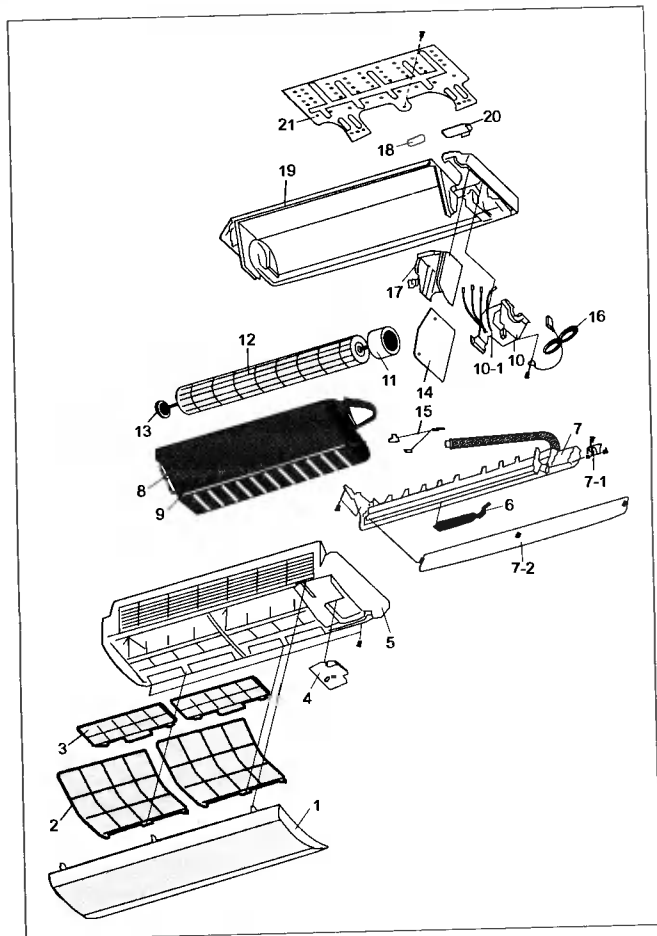

Рис. 9. Устройство внутреннего блока кондиционера (AQV12F2VE)
На рис. 9 показано устройство внутреннего блока кондиционера «Samsung AQV12F2VE». Здесь 1 — наружная решетка, 2 — предфильтр, 3 — фильтр, 4 — защитная панель, 5 — передняя корпусная панель, 6 — панель дисплея, 7 — коллектор конденсата, 7-1 — шаговый электродвигатель, 7-2 — пластина жалюзи, 8 — испаритель в сборе, 9 — разделительная вставка, 10 — кронштейн крепления электродвигателя, 10-1 — распределительная колодка, 11 — электродвигатель вентилятора, 12 — крыльчатка вентилятора, 13 — подшипниковый узел, 14 — главная плата, 15 — термистор, 16 — сетевой шнур, 17 — коробка блока управления, 18 — втулка, 19 — задняя кор-
1) Снимают клейкую ленту с верхней плоскости передней корпусной панели (поз. 5 на рис. 9).
3) Отвернув расположенный справа крепежный винт, снимают защитную панель (поз. 4 на рис. 9).
II. Коллектор конденсата (поз. 7 на рис. 9)
2) Отсоединяют провод, соединяющий внутренний и наружный блоки, от распределительной колодки (поз. 10-1 на рис. 9) и извлекают главную плату, потянув ее вверх.
IV. Теплообменник (поз. 8 на рис. 9)
2) Снимают втулку (поз. 18 на рис. 9) сверху теплообменника и держатель соединительной трубки (поз. 20 на рис. 9) сзади него.
1) Отвернув три крепежных винта, освобождают кронштейн крепления электродвигателя (поз. 10 на рис. 9).
3) Отделяют электродвигатель и вынимают крыльчатку из подшипникового узла (поз. 13 на рис. 9).